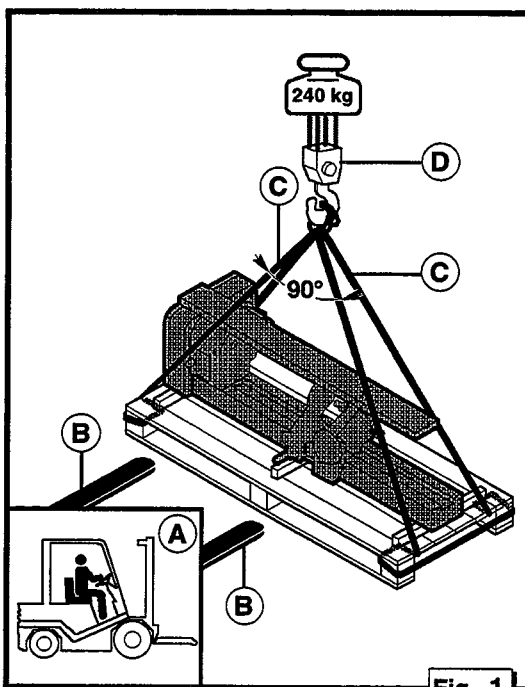

Fig. 1
Kontroller at løftemiddelet er egnet for maskinens bruttovekt oppført på fig. 1 og 2.
- Løft reimene og plasser dem slik som på fig. 1 eller 2.
Kontrollera att lyftmedlet har en kapacitet som klarar maskinens bruttovikt som indikeras i fig. 1 och 2.
- Lyft remmarna och placera dem såsom fig. 1 eller 2 visar.